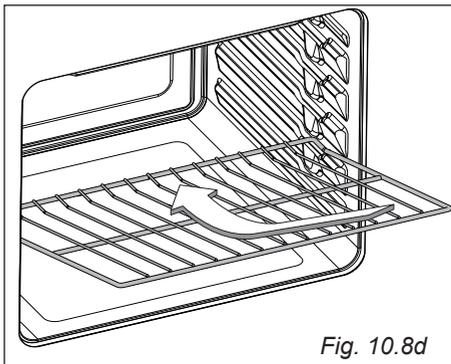

Fig. 10.8d
- La parrilla, que está equipada con un bloqueo de seguridad contra extracciones accidentales, debe insertarse en las guías de las paredes laterales del horno, como se ilustra en la fig. 10.8d.